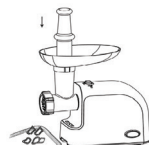

Рис. 7
- Всегда во время работы используйте только толкатель (5) (рис. 7).